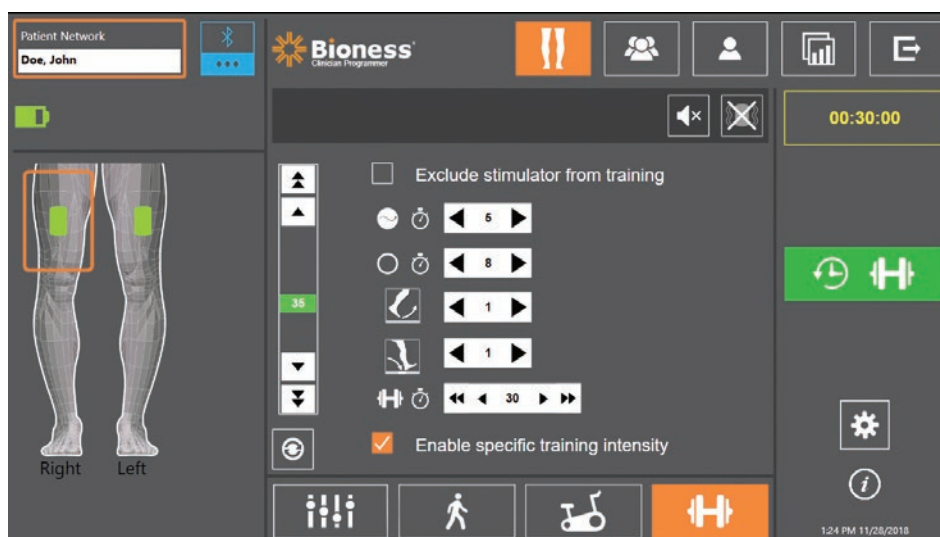

Figura 9-9: Tela de programação da estimulação, configurações de treinamento
2. A tela de configurações de treinamento se abrirá. Veja a Figura 9-9.